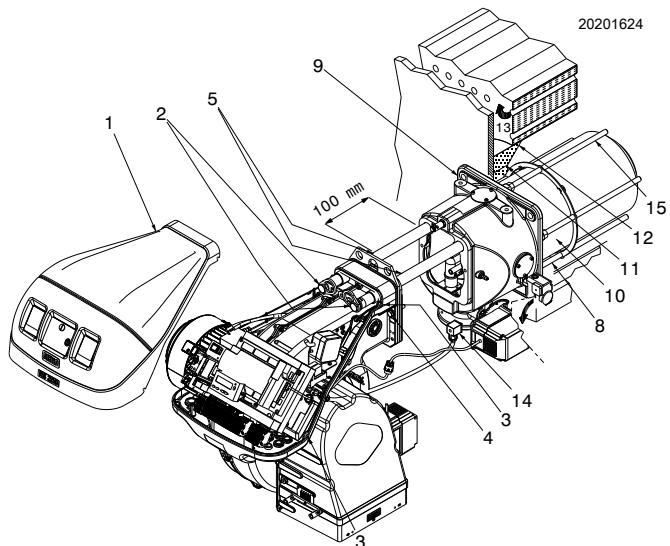
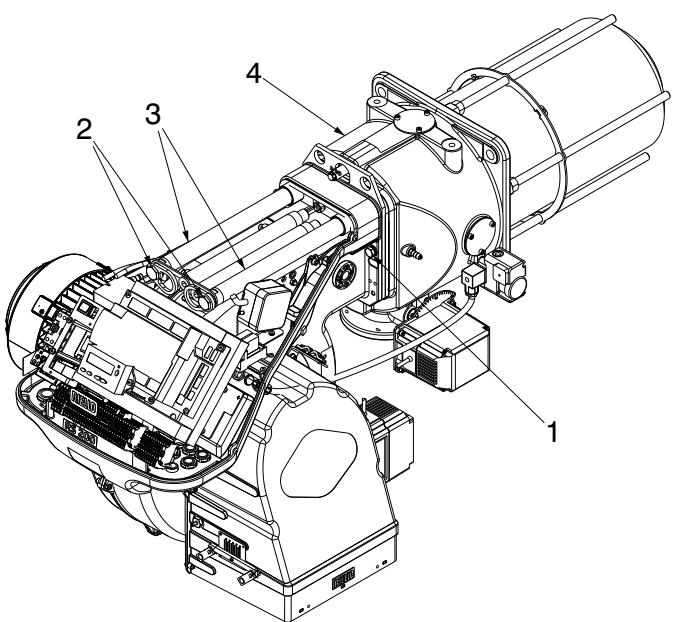

图 16
图 23
对于带前烟道 13) (图 16) 的锅炉，必须在锅炉炉补 12) 和烟道 11) 中间插入炉补材料 11) 进行保护。
对于带水冷却前板的锅炉，则不需要耐火材料制成的炉补 11)-12)(图 16)，除非锅炉制造商另有要求。
将燃烧头与燃烧器的其余部分分开，如图 16 所示，操作如下：
在将燃烧器固定在锅炉上时，要特别注意外部燃气管道 15 (图 16)，以免损坏它们。
顺时针旋转螺丝 1)，关闭燃烧头 (图 23 第 24 页)。
- 将燃烧器重新安装在滑杆 3) (图 23) 上 , 距离管接头 4) (图 23) 约 100 mm , 燃烧器位置如 图 16 所示 ;
- 安装电极电缆 , 然后将燃烧器滑至管接头 , 燃烧器位置如 图 23 所示 ;
- 将螺丝 2) (图 23) 重新安装在滑杆 3) (图 23) 上 ;
- 用螺丝 1) (图 23) 将燃烧器固定在管接头上。